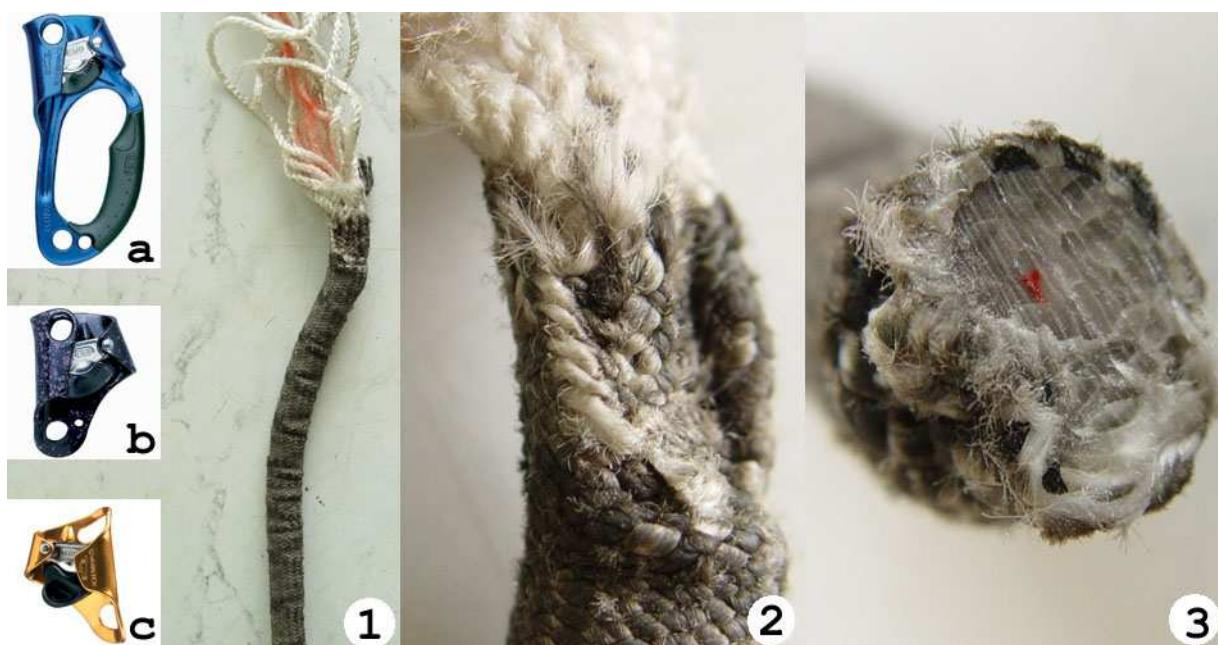

Рис.78. Характер повреждений веревки зажимами фирмы "Petzl" типа "basic", при остановке падения с фактором 1,0 (фото присланы Владом Еремеевым, Москва)
2) **Зажим "Ascension"** фирмы "Petzl" продемонстрировал соответствие с инструкцией изготовителя. Будучи испытан на веревке 11 мм, снял оплетку с веревки на протяжении 0,5 м ($f = 0,5$), а при факторе $f = 1,0$ снял оплетку на расстоянии 0,8 м и в месте остановки сильно сплавил сердцевину (**Рис.78**).